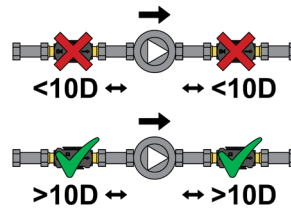

Fig.3
3. Non posizionare il sensore di flusso immediatamente prima o dopo una pompa di circolazione (Fig.3);